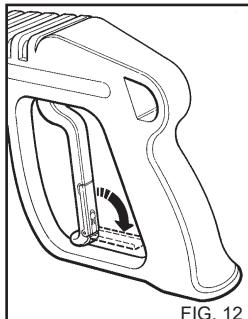

FIG. 12
- Cuando no utilice la hidrolimpiadora, cierre el dispositivo de seguridad de la empuñadura (fig. 12).